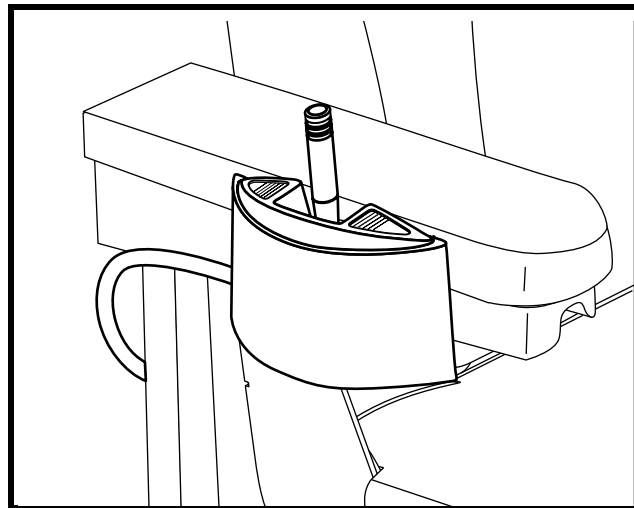

Figure 20. Bouton du siège électrique
1. Pesez sur l'avant du commutateur pour faire monter le siège. **Voir la figure 20.**